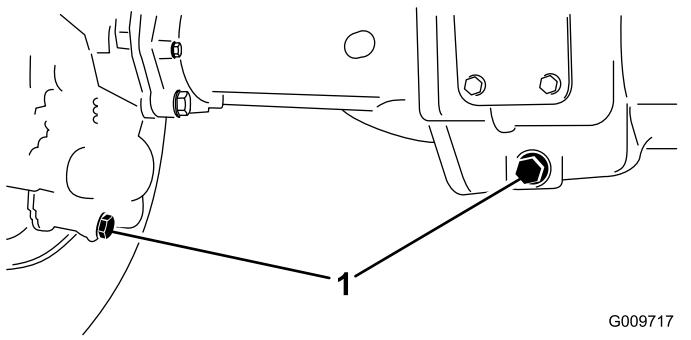

Bild 73
2. Reinigen Sie den Bereich um die drei Ablassschrauben, d. h. jeweils eine an jedem Ende und eine in der Mitte (Bild 73).